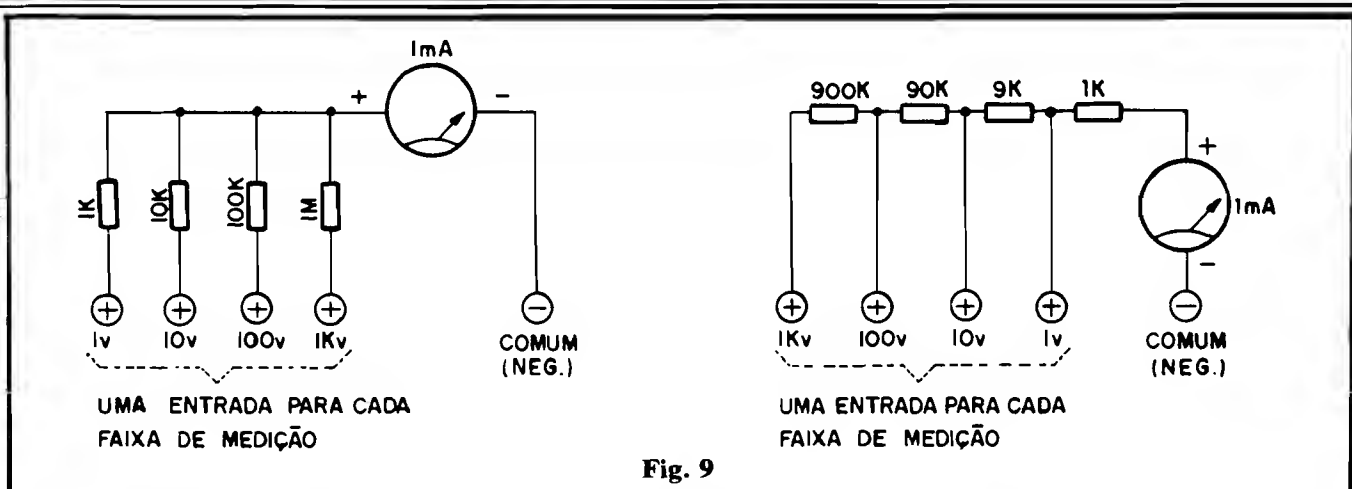

Fig. 9
- **FIG. 9** - E se não tivermos (ou se não quisermos usar...) uma chave de 1 polo x 4 posições...? Tudo bem... Ainda assim podemos elaborar um excelente voltímetro multi-faixas, simplesmente dotando o conjunto de uma diferente "entrada" de medição para **cada**